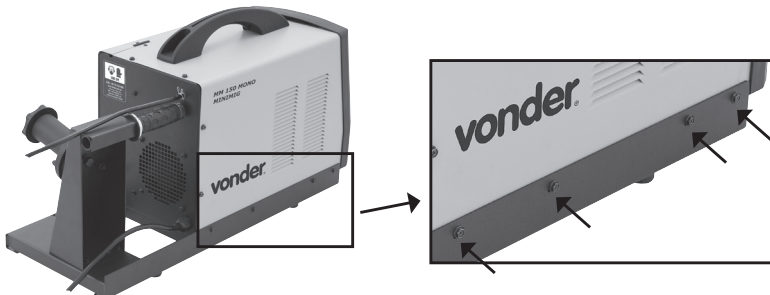

Fig. 5 – Montaje del soporte
- 2 – Coloque la máquina MM 150 sobre el soporte, Fig. 5;
- 3 – Posicione los 4 orificios laterales del soporte en las 4 roscas de la máquina MM 150, Fig. 5;